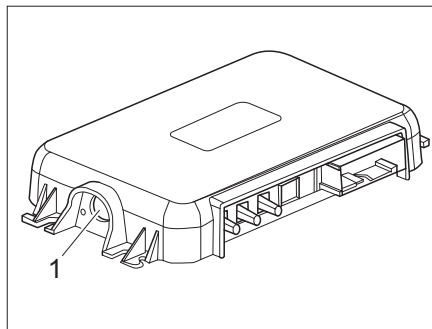

Fig. 299 Touche de jumelage sur la SCU
- Appuyer sur la touche de jumelage de la SCU (Fig. 299,1). Le véhicule et l'appareil mobile sont maintenant associés.